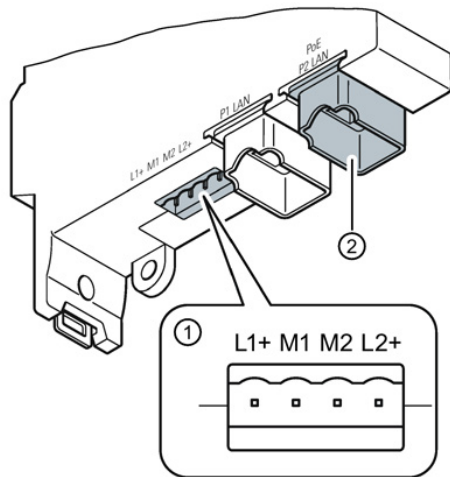

Abb. 60: Anschlüsse am Transceiver
- Direkteinspeisung über die 4-polige Anschlussbuchse: Anschlussbelegung (siehe Abb. 60):